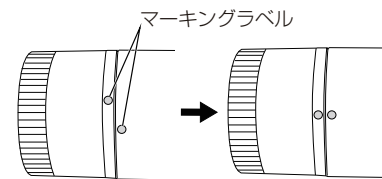

図8 フロントカバー マーキングラベル
7. フロントカバーを取り付ける際は、ゴム手袋をしてマーキングラベルが一致するまで強く締め付けること。(図8)